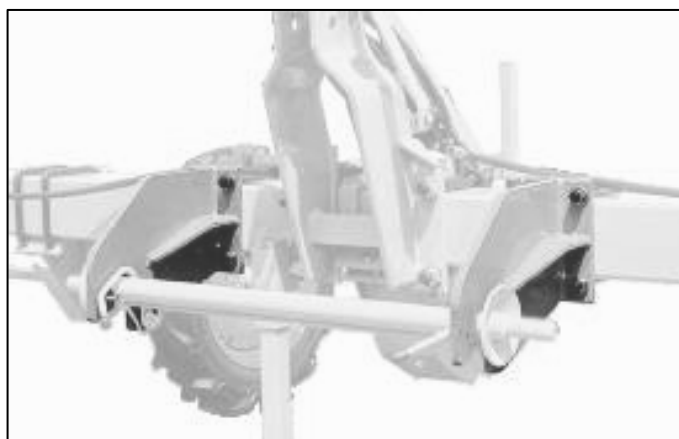

Fig. 5
- déport 7 cm (attelage semi-automatique catégorie n°3) (fig. 5)
- 7 cm offset (semi-automatic coupling category n°3) (fig. 5)
- Versatz 7 cm (halbautomatischer Anbau Kategorie Nr 3) (Abb. 5)
- spostamento da 7cm (aggancio semi-automatico categoria n°3) (fig. 5)